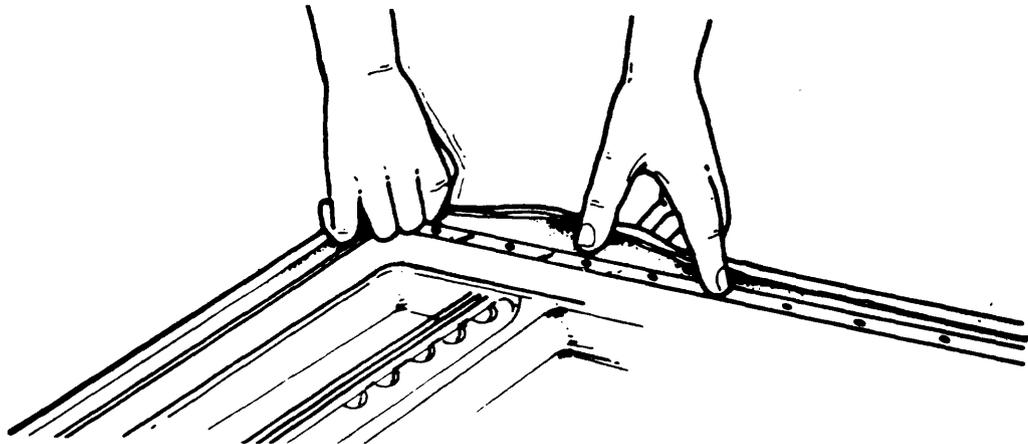

Fig. 1
- a Coloque los fijadores y el burlete (fig. 1).